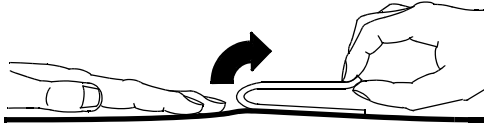

Figura 6-3 Retirada de los electrodos de terapia de la piel
1. Desprenda lentamente el electrodo de terapia por el borde, sosteniendo la piel, como se ilustra la Figura 6-3.